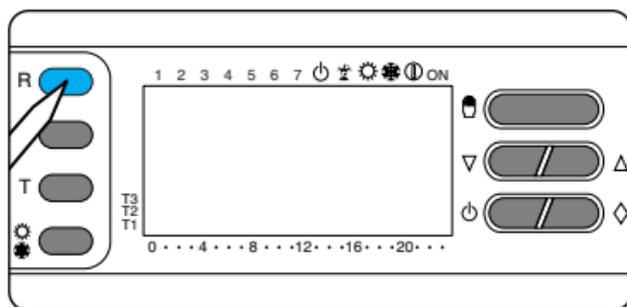

Fig. 74
14.2 - Premere il pulsante R (fig. 74).
Qualora le indicazioni sul display non dovessero comparire entro 30 s, premere il pulsante di reset R (fig. 74).